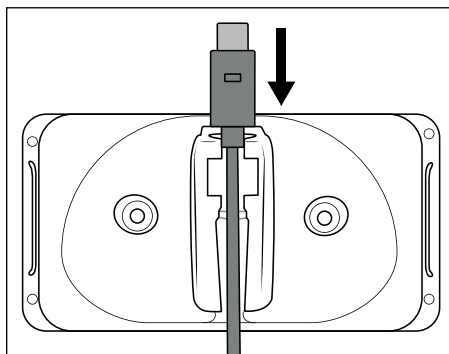
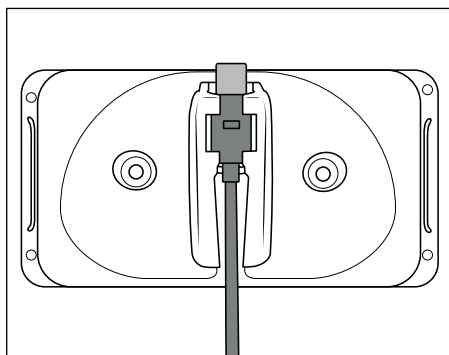

Fig. 1
Fig. 2
- 1) Sæt USB-C-stikket **5** på USB-ladekablets **4** ind i vægholderen **3** (se fig. 1). Skub USB-C-stikket **5** ned, indtil det klikker på plads i vægholderen **3** (se fig. 2).